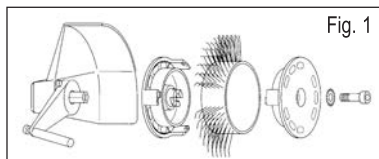
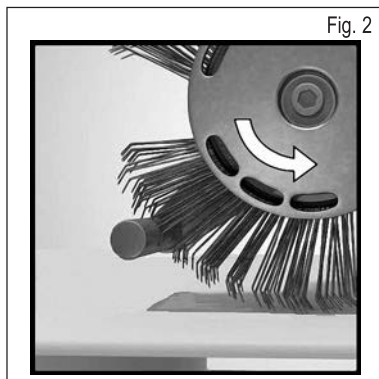

Fig. 1
Fig. 2
1. Interrompa a alimentação eléctrica e fixe a cinta Bristle Blaster® 23 mm correctamente com o sistema de alojamento correspondente (observe o sentido de operação) no disco de leque previsto e no parafuso na ferramenta. **Vide a Fig. 1 e a Fig. 2**
Está a utilizar uma cinta Bristle Blaster® no sentido de operação errado? - Ajuste a cinta de escova, de maneira a operar no sentido correcto (vide o capítulo 5, Colocação em funcionamento, Fig. 2).